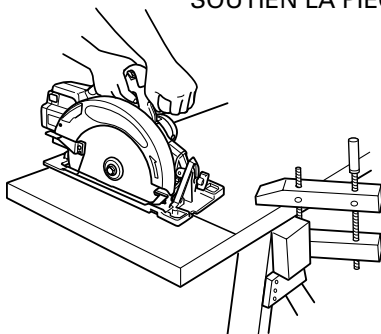

Fig. 4
- 12. AVERTISSEMENT :** Il est important de soutenir la pièce correctement et de tenir solidement la scie pour éviter toute perte de contrôle pouvant entraîner des blessures physiques. La Fig. 4 donne un exemple type de soutien manuel de la scie.